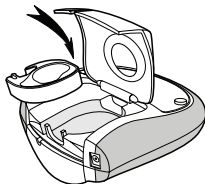

Abbildung 4
i Wenn Sie den Etikettendrucker zum ersten Mal benutzen, müssen Sie die eingelegte Schutzpappe zwischen Druckkopf und Andruckrolle herausnehmen. Siehe **Abbildung 4**.
2. Legen Sie die Kassette so ein, dass sich das Etikett zwischen dem Druckkopf und der Andruckrolle befinden. Siehe Abbildung 4.